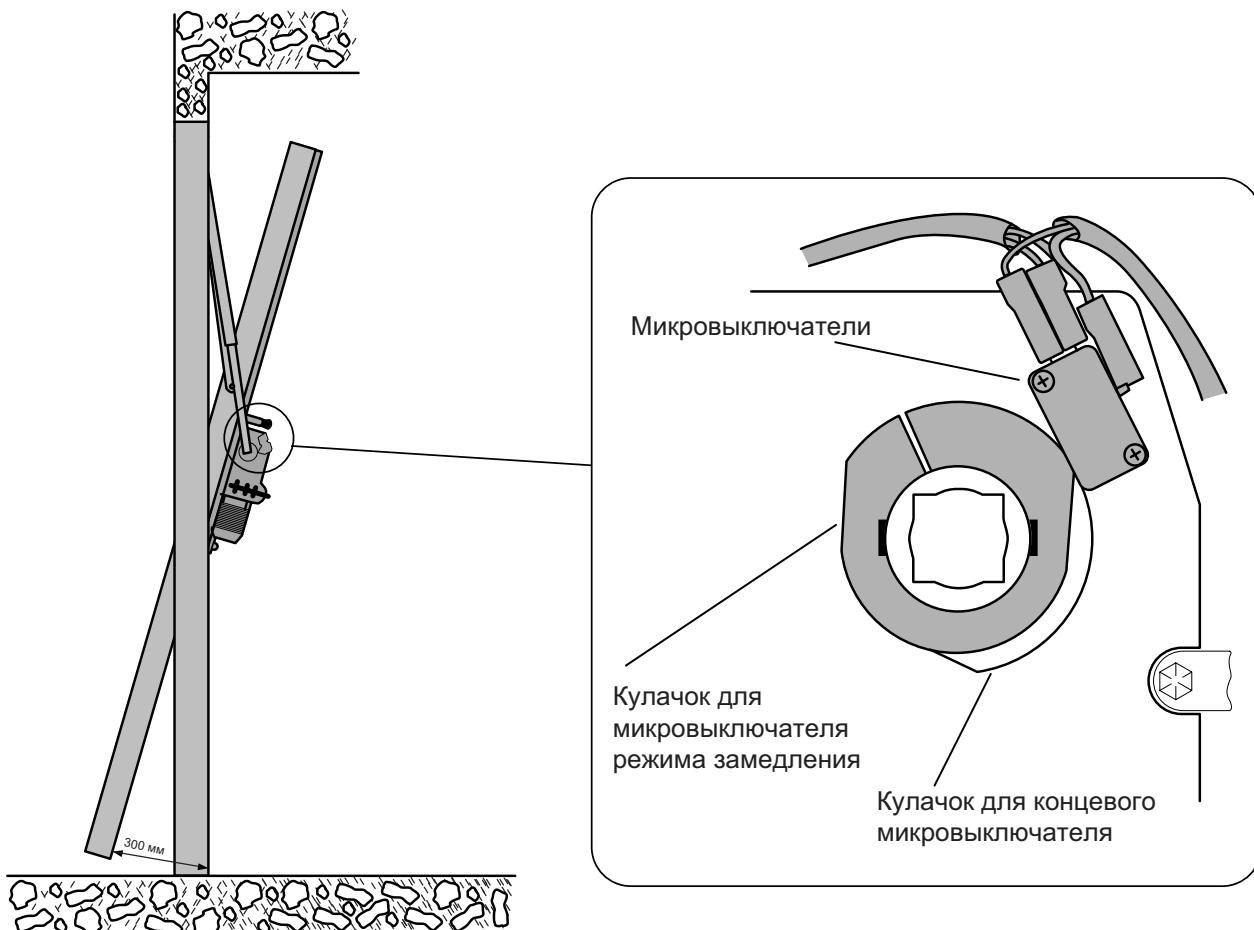

Рисунок 17
- 2) Повернуть кулачок до срабатывания микровыключателя (рисунок 17).